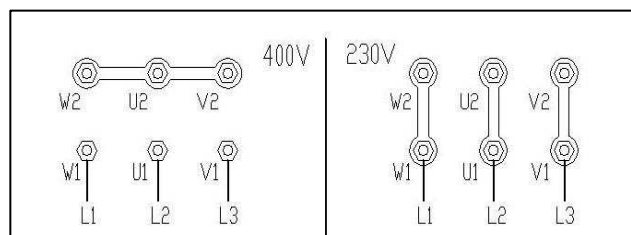

Рис.22
- в случае необходимости подъемник можно перевести и на питание 230В. Для этого необходимо изменить конфигурацию соединений в распределительной коробке подъемника (**рис. 22**).